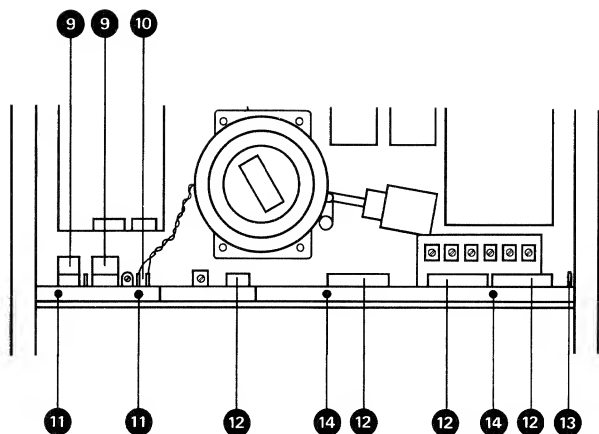

Fig. 2.3.-1
2.3. Ausbau der Tonmotor-Geschwindigkeitssteuerung (Fig. 2.3.-1)
- 2 Steckverbindungen (9) und 2 AMP-Stecker (10) ausstecken.
- 2 Schrauben (11) lösen.
2.3. Removing the capstan motor speed control (fig. 2.3.-1)
- Unplug 2 connectors (9) and 2 AMP plugs (10).
- Remove 2 screws (11).